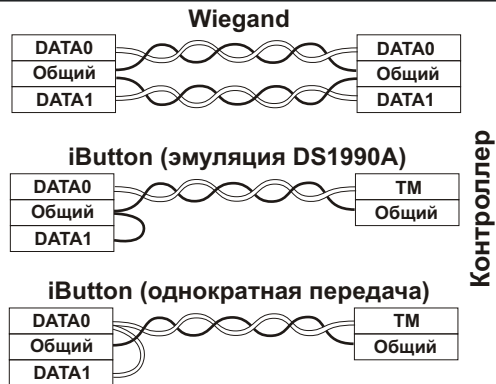

Рис.2 Выбор протокола передачи
- для выбора протокола передачи данных в контроллер соедините провода DATA0 и DATA1 в соответствии с рис.2;
При подключении по Weigand одна витая пара подключается к GND и DATA0, а другая витая пара подключается к GND и DATA1 (рис.2).